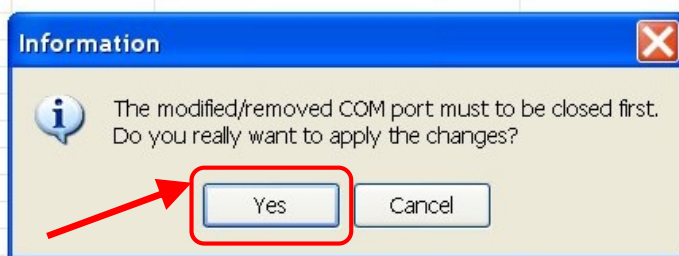

Рис. 16.19. Утилита «NPort Windows Driver Manager», запрос подтверждения на применение изменений.
16.22. После появления окна с запросом на подтверждение применения изменений, приведённого на Рис. 16.19, нажмите в нём на кнопку «Yes».